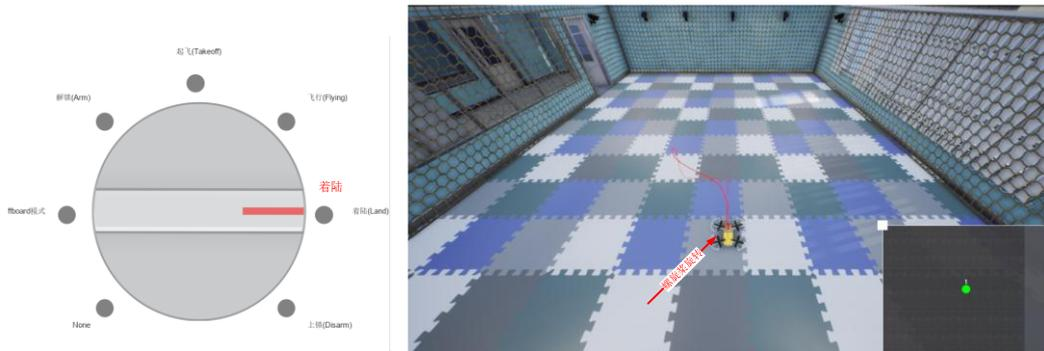

图 30 切换到 Land 着陆
(1) 如图 30 所示，旋钮切至着陆(Land)。着落之前请确保滑杆已经回中，允许回中略有偏差。降落后，飞机的螺旋桨仍然在旋转。